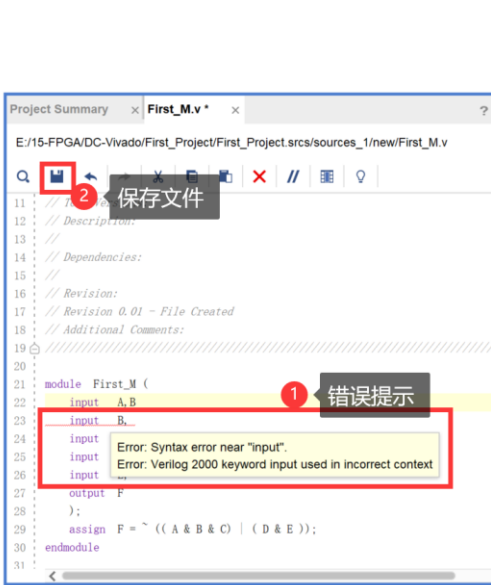

图3.14 代码错误提示及保存
(2) **修正错误，保存文件。**在代码输入过程中，有明显的语法错误时，会在相应代码下出现红色的波浪下画线，鼠标移至红色波浪线上，会弹出对应的错误提示，如图 3.14 所示。修正后，单击“保存”按钮或者按下 ctrl+S 键，将保存当前文件。